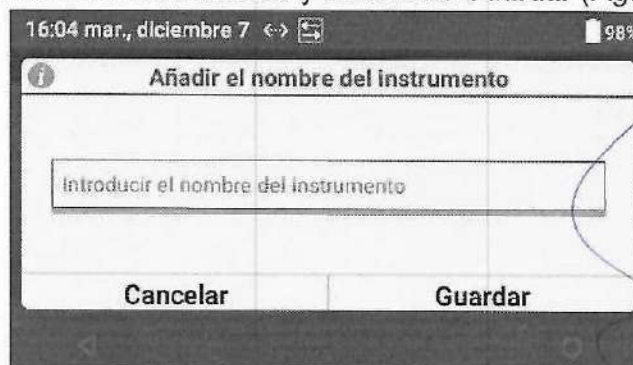

Figura 22: Añadir el nombre del instrumento
- 2 Introduzca el **Nombre del instrumento** y seleccione **Guardar** (Figura 22).